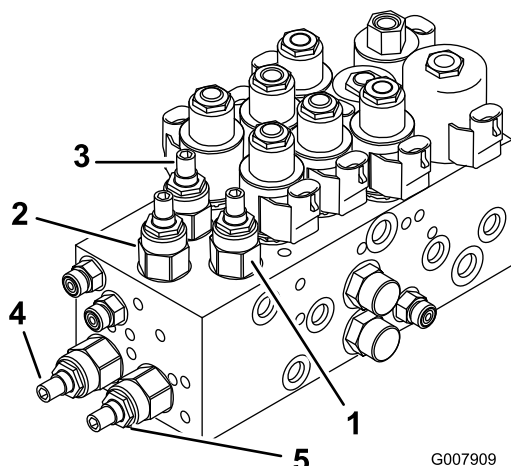
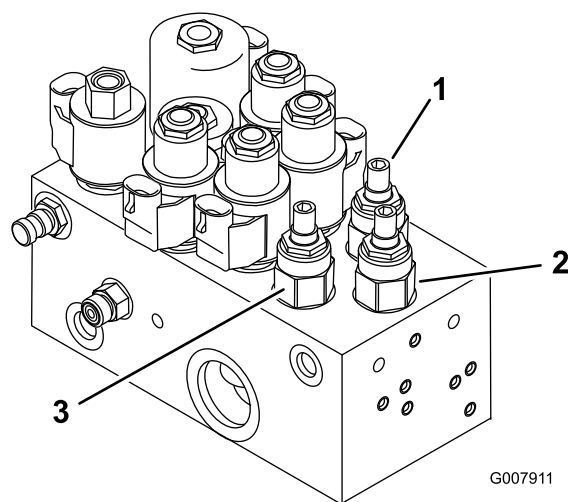

Figura 82
Figura 83
1. Accedete alla valvole sul collettore di sollevamento per regolare la(e) unità di taglio prevista(e) (Vedi tabella, Figura 82 e Figura 83).